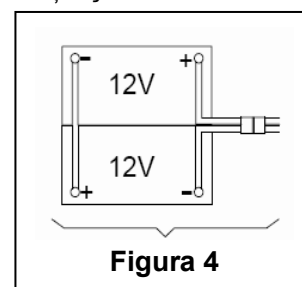

Figura 4
Pentru această mașină sunt necesare două (2) baterii de 12V. Vă rugăm conectați așa cum se arată în **Figura 4** din dreapta.